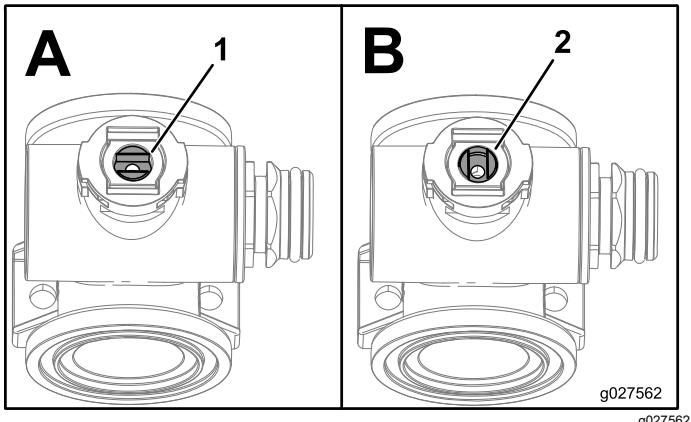

Bild 128
1. Drehen Sie den Ventilschaft so, dass er in der geschlossenen Stellung ist (Bild 128 B).